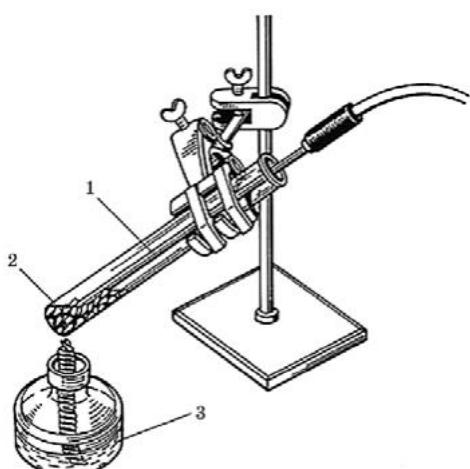

Рис. 6. При 60 рдля $^{\circ}$ пределения температуры плавления: 1 — термопарный датчик; 2 — гранулы исследуемого металла; 3 — спиртовка
1. В пробирку поместите гранулы металла (олово или свинец) на 2—2,5 см по высоте . Закрепите пробирку в лапке штатива . Закрепите термопарный датчик так, чтобы его кончик доходил почти до дна пробирки, но не касался ни его, ни стенок (рис. 6) .